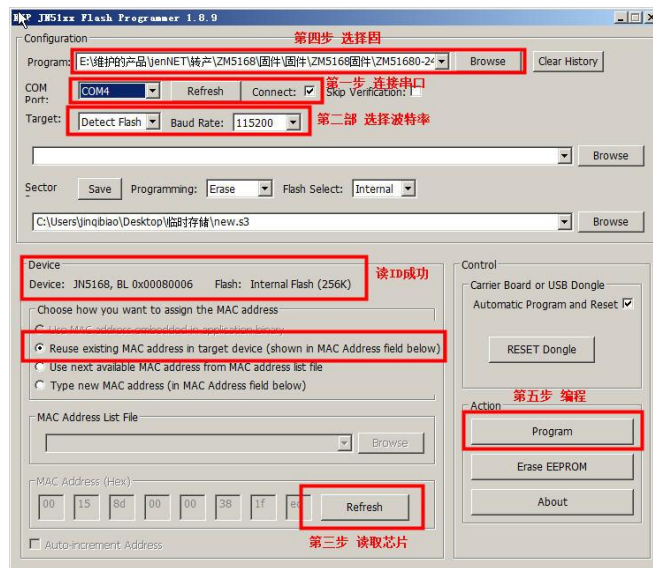

图 2.1 软件设置
- 打开 FlashGUI 编程软件，设置如图 2.1 所示，COM Port 选择连接 ZM5168 模块的串口，Target 选择 Detect Flash，Baud Rate 根据电脑串口支持的波特率进行选择，如果是电脑自带的串口，波特率选择 115200，点击软件下面的【Refresh】按钮，在 Device 应能显示 JN5168，如果不行，请检查串口是否连接好，确认模块是否进入 ISP 模式。